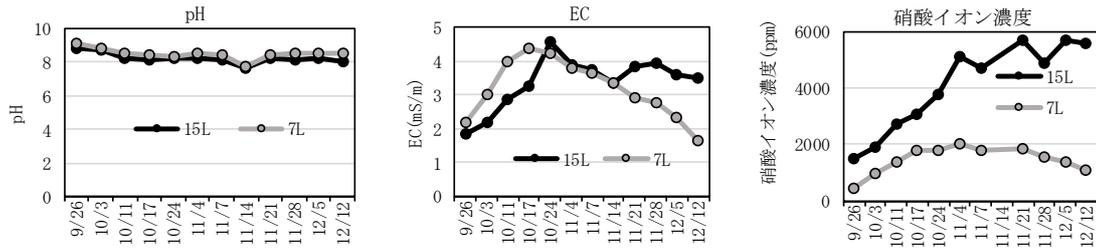

図1 培地中のpH、EC、硝酸イオン濃度の推移
1. 貯留液のpHの推移を見ると15 L区と7 L区で差はなかった(図1)。EC値は生育前期は7 L区、後半は15区で高かった。硝酸イオン濃度は15 L区で高く推移した。